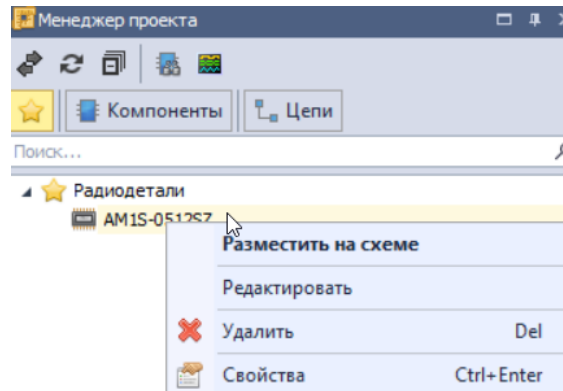

Рис. 53 Доступные действия для компонента
4. Выбранный компонент будет добавлен во вкладку «Избранное» панели «Менеджер проекта». Из контекстного меню для компонента будут доступны следующие действия, Рис. 53.